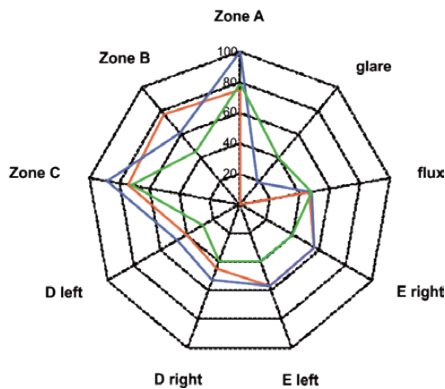

図7: CIE TC 4-45の評価による自動車ヘッドランプのベンチマーク
- CIE TC4-45 ヘッドランプ ベンチマーク(図7)